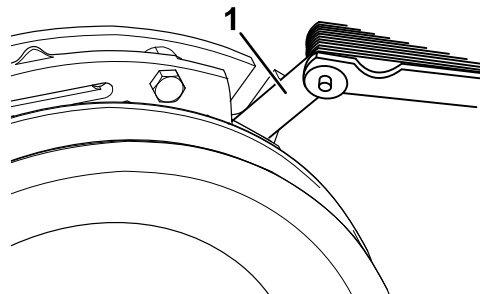
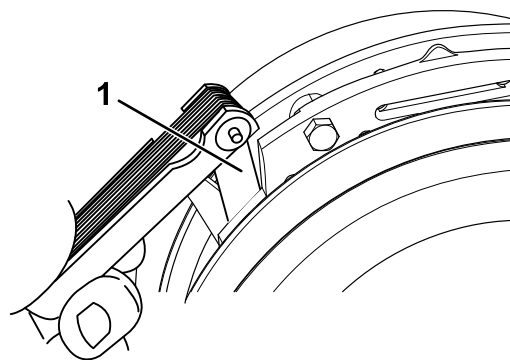

Figura 65
Figura 66
- E. Utilizando um apalpa-folgas com 0,25 mm de espessura, verifique se existe uma folga entre o disco e a armadura em ambos os lados do pólo do travão, como se mostra na Figura 65 e na Figura 66.